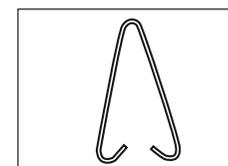
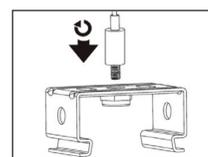

Рис. 4
Рис. 5
- Для установки осветительного прибора на подвесы используйте скобы (2 шт. – рис. 4) для подвесного монтажа (входят в комплект поставки) или тросовую систему подвеса (рис. 5) (в комплект поставки не входит и приобретается отдельно).